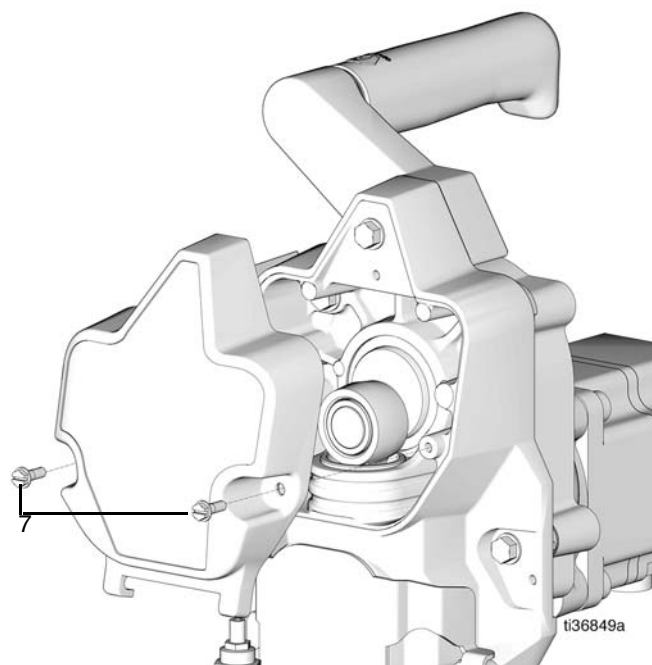

FIG. 14
14. Replacer le couvercle sur le devant de la pompe (7) et le fixer avec les deux boulons (FIG. 14).